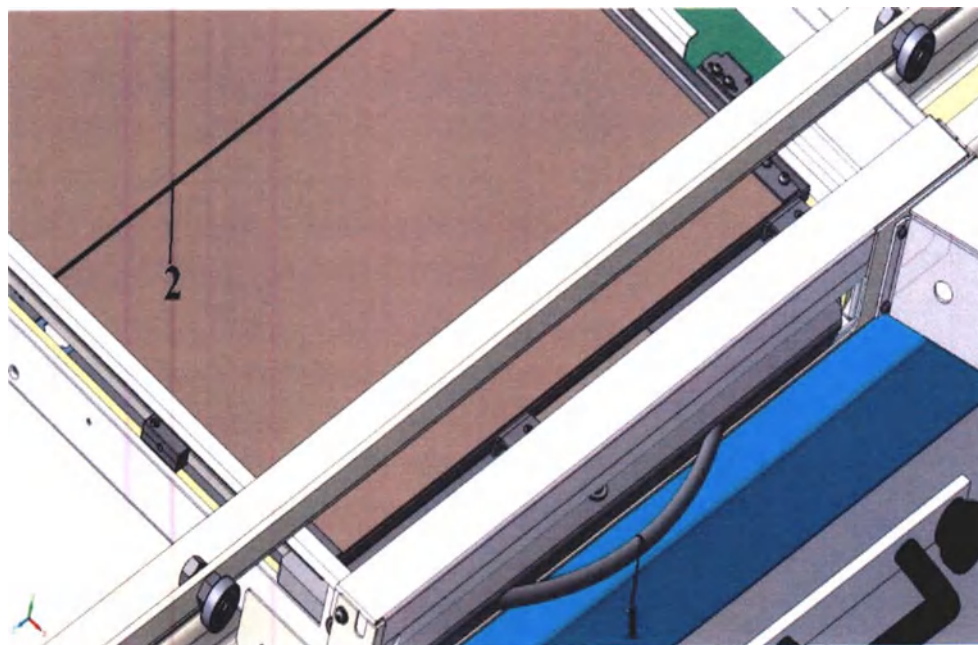
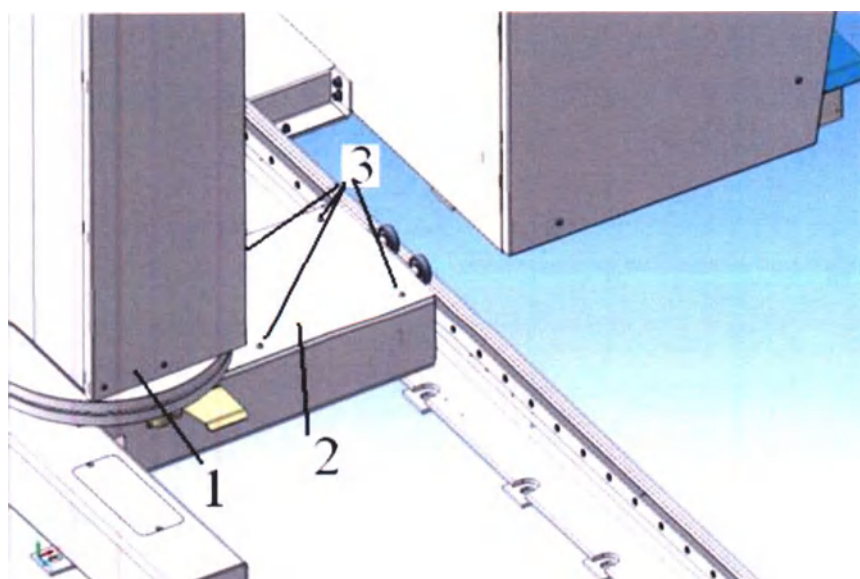

Рисунок 3.8
Рисунок 3.9
- переместить рентгеновскую решетку в центр светового поля (рисунок 3.8) совместив риску светового центратора с риской на ручке 1 рентгеновской решетки;
- открутить (рисунок 3.9) четыре винта 3;
- проверить (рисунок 3.8) совпадение риски светового центратора с риской на растре 2 во всем диапазоне вертикального перемещения излучателя. При не совпадении рисок на величину меньшую ± 2 мм завершить операции, установить на место крышку 2 и завинтить четыре винта 3 (рисунок 3.9). При несовпадении рисок на величину большую ± 2 мм операции повторить.